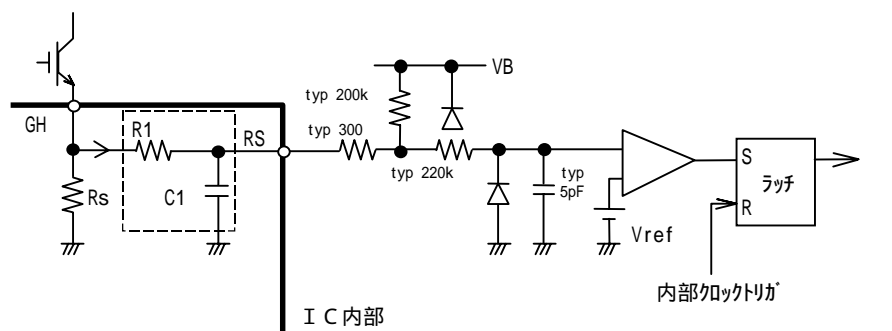

図5 . RS 端子の等価回路
(3) RS 端子
- ・過電流検出信号入力端子です。GH1, GH2に共通接続するRsシャント抵抗の電圧をRS端子に入力することにより過電流状態を検出します。RS端子電圧がIC内部の電流制限用基準電圧Vref(0.5V typ.)を越えると、下アームの出力をオフします。過電流検出後のリセット動作は、内部クロック信号の1周期毎に行います。制限電流値Ioは、 $I_o = V_{ref} / R_s$ (Rsは外付け抵抗)で求められます。RS端子内部には、約1μsのフィルタを内蔵しています(図5参照)。ただし、ノイズによって過電流検出機能が誤動作する場合は、R1, C1による外部フィルタを追加して下さい。ただしフィルタ時定数をあまり大きく選びますと、過電流検出信号の検出遅れが生じますからご注意下さい。